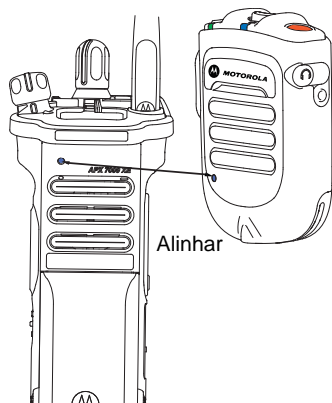

Figura 2.10: Emparelhamento do WRSM
- 2 Posicione o ponto azul (local de pareamento seguro) no WRSM a uma distância de 2,5 cm (1 pol.) do ponto azul (local de pareamento seguro) do rádio. Consulte Figura 2.10.